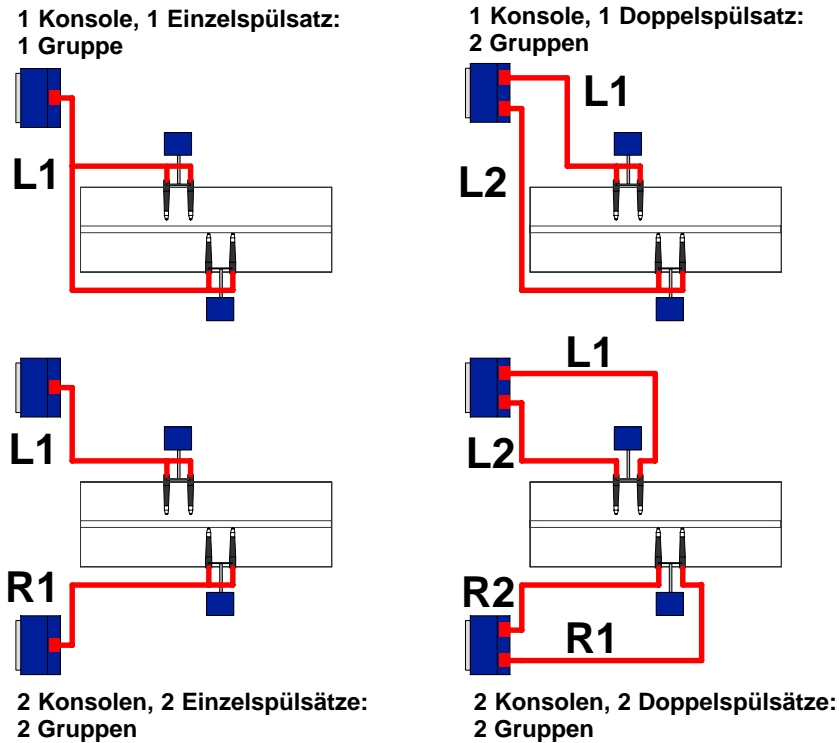

Abb. 3-34 Versa-Spray Düsen spülen, mögliche Gruppen
5. Die gewünschte **Anzahl der Gruppen** einstellen: 1, 2 oder 4. Das hängt von Anzahl und Typ der Spülungssätze ab, die in den iControl Konsolen installiert sind. Siehe Abbildung 3-34.
6. Siehe Abbildung 3-34. Die **Pistolen zu Gruppen** durch Berühren des Feldes Gruppe für die Pistole zuordnen. Durch Berühren des Feldes wird die Zuordnung zu Gruppen vorgenommen oder aufgehoben.
Zuordnungen zu Gruppen hängen von der in Schritt 5 eingestellten Anzahl der Gruppen und dem Ort der Pistolen ab. Die Möglichkeiten stehen in der folgenden Tabelle und in Abb. 3-34.